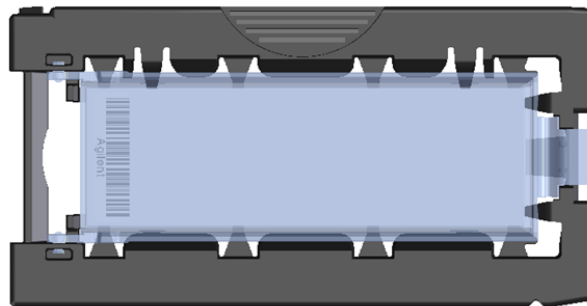

Figura 41 Portaplacas: cerrado con placa
- g** Cierre la cubierta de plástico de la placa empujando el extremo de la lengüeta hasta escuchar un clic. Consulte Figura 41.